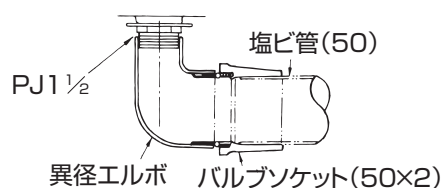

図2
- ② 直接排水の場合は、あらかじめ浴槽の排水金具にソケットやエルボをねじ込み配管をセットしておいてください。(図2参照)